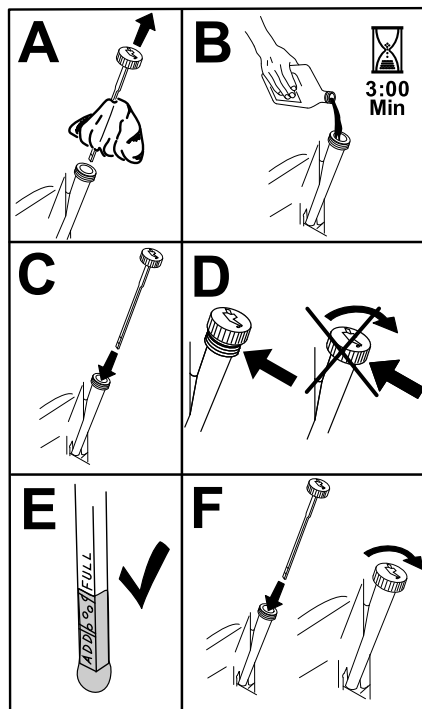

図 40
5. 所定量の 80% 程度のオイルをゆっくり入れ、そこから、残りの量を注意深く足して FULL マークまで入れる 図 40。